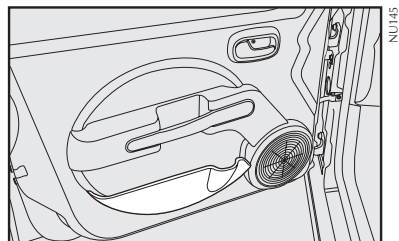

fig. 68
## PORTA BOTELLAS - fig. 68
En algunas versiones, están disponibles porta botellas en los paneles de las puertas delanteras **fig. 68**.
- En los paneles de las puertas **fig. 68**;